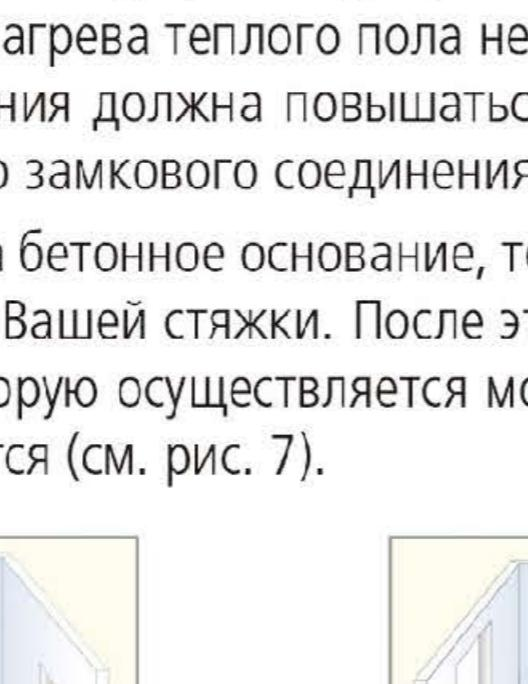

Рисунок 2
- Прежде, чем приступать к укладке, ламинат должен вылежаться в середине комнаты в течение 48 часов при стабильной температуре (не ниже +18°C) и относительной влажности не более 60%. Обратите внимание: все пачки ламината должны быть запечатаны. Данная процедура необходима для того, чтобы ламинат адаптировался к условиям будущей укладки (см. рис. 2).